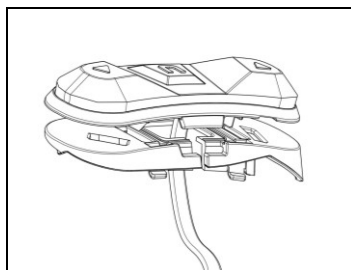
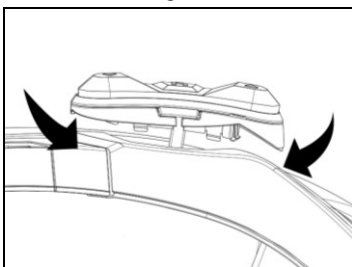

Fig. 19
Fig. 20
- Faites pivoter le support du clavier pour qu'il soit positionné comme le montre la Fig. 19 et fixez-le au clavier (Fig. 20).